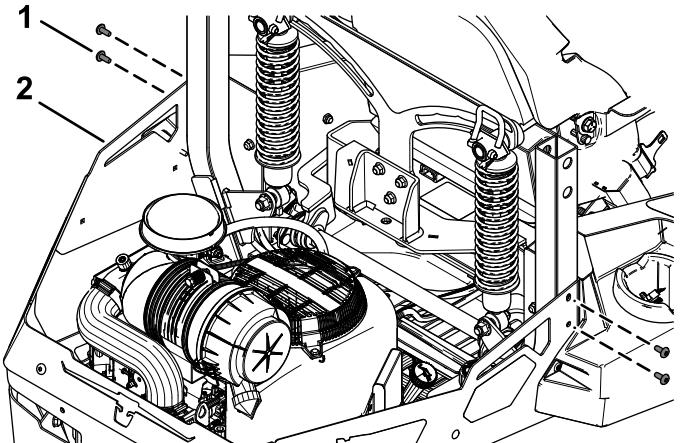

Bild 1
3. Entfernen Sie die vier Halbrundschrauben ($5/16" \times 3/4"$) von den hinteren Schutzvorrichtungen (Bild 1).
- Befestigen die zuvor entfernten vier Halbrundschraube (5/16" x $3\frac{1}{4}$) an den hinteren Schutzvorrichtungen (**Bild 1**).